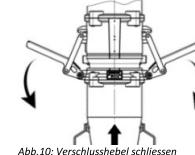

Abb.10: Verschlusshebel schliessen
3. Beide Verschlusshebel gleichzeitig zum Körper hin ziehen, um die Verschlusshebel zu schliessen (Abb. 10/Pfeile).